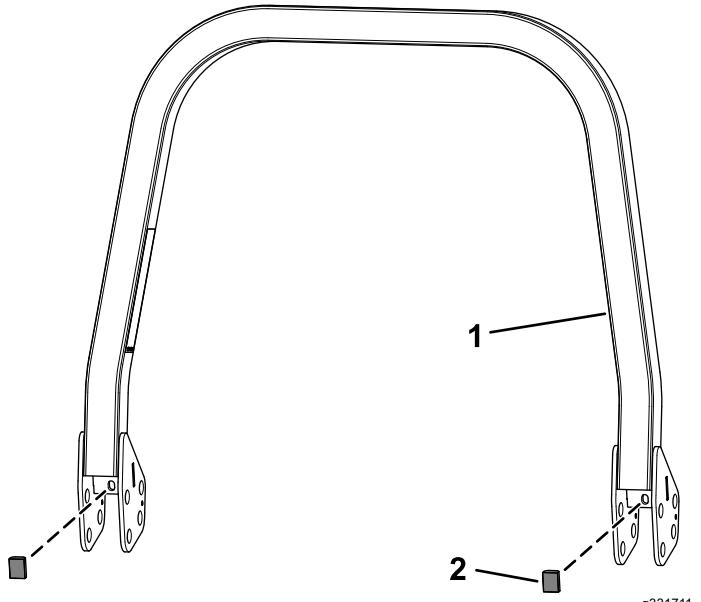

Bild 4
2. Befestigen Sie die beiden Stoßfänger an der oberen Überrollbügelbaugruppe (Bild 4).